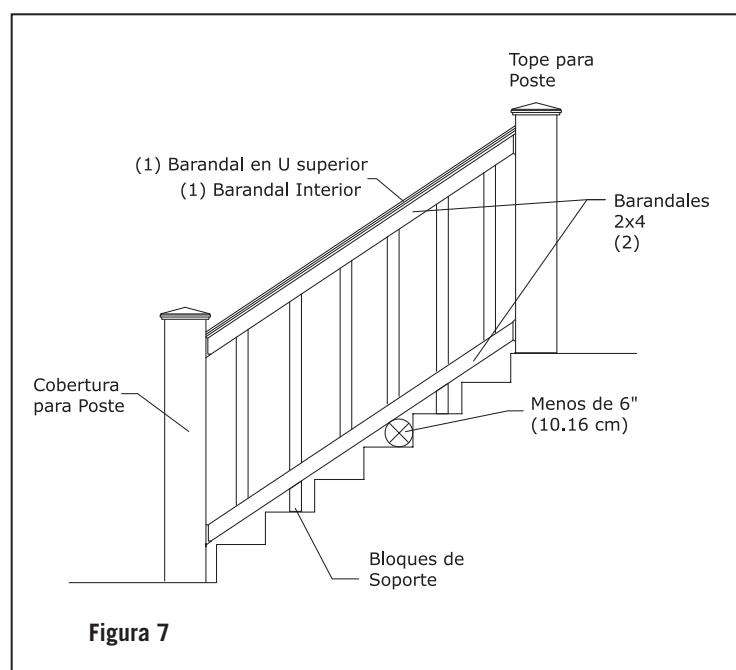

Figura 7
Paso 7: Se necesita un bloque de soporte cada 2' al centro. Para una sección de barandal de 6', se proporcionan dos bloques de soporte compuestos. Compruebe los requisitos del código de construcción para el espaciado máximo en una escalera, típicamente menos de 6". Una bola de 6" no puede pasar a través del triángulo formado por el barandal inferior, peldaño y contrapeldaño (Figura 7). Corte los bloques de soporte a la altura y ángulo deseados. Coloque a una distancia igual de cada poste. Perfore previamente el lado inferior del barandal de 2x4 inferior y los extremos de los bloques de soporte con una broca de 1/8". Coloque los bloques al barandal con los dos tornillos de espiga.